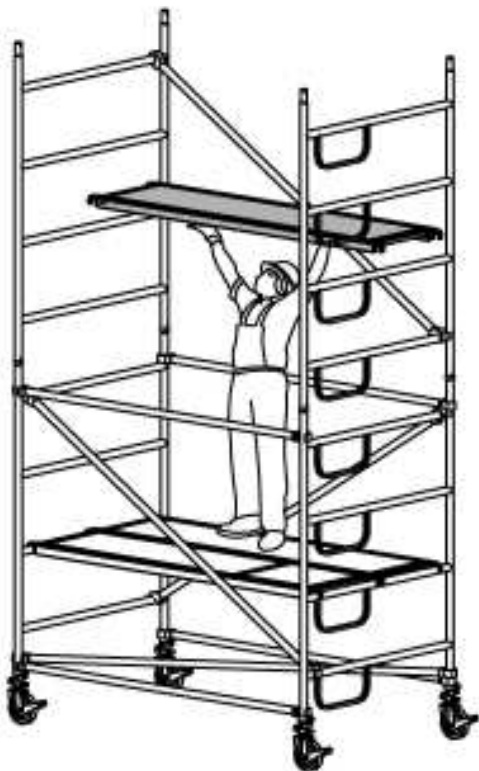

Figura 16
- 9) Posicionar la segunda plataforma de trabajo con trampa a 2 m de la primera, como se muestra en la figura 16